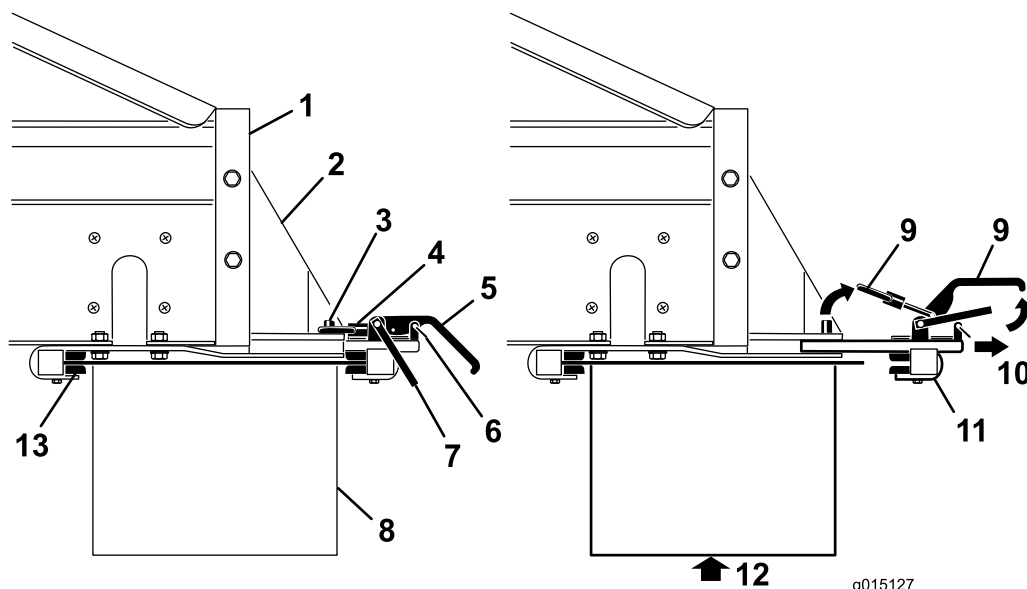

図 40
1. クランプのハンドルから、安全ラッチクリップを外す 図 40。
2. 安全ラッチを立て、アタッチメント側のクランプハンドルを開いてロックピンからロックリングを外す 図 40。
3. クイックアタッチスロットから、後クランプアセンブリを引き出す 図 40。
4. 誰かに補助してもらってツインスピナーを持ち上げ、スピナーの前端をマシンの下の前クランプブラケットにセットする 図 40。
5. ツインスピナーを持ち上げたまま、後クランプアセンブリをクイックアタッチスロットに戻し、スピナーの後端部にセットする 図 40。
7. クランプのハンドルに、安全ラッチクリップを取り付ける 図 40。